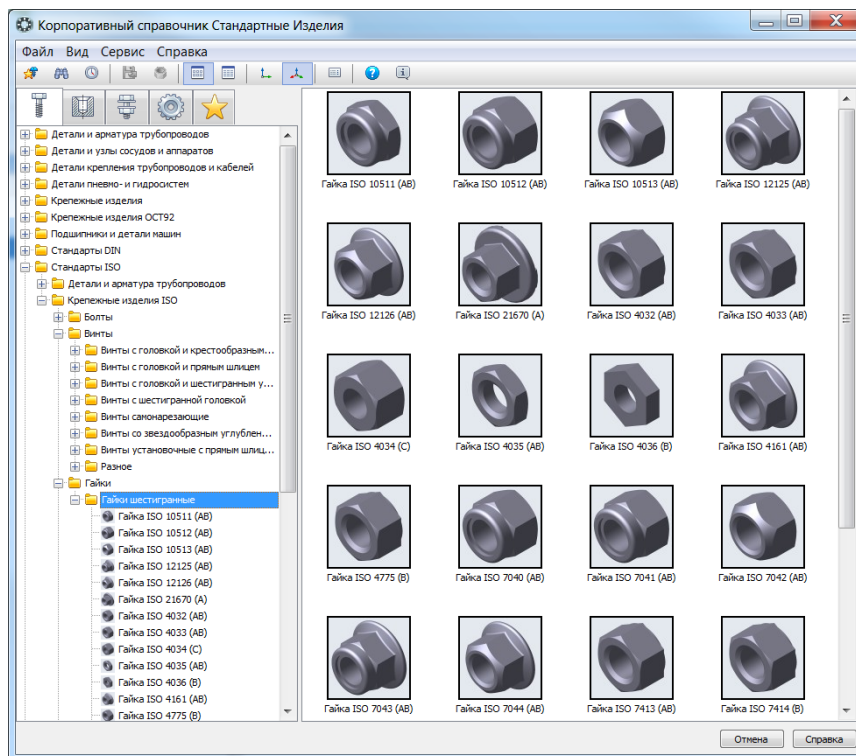
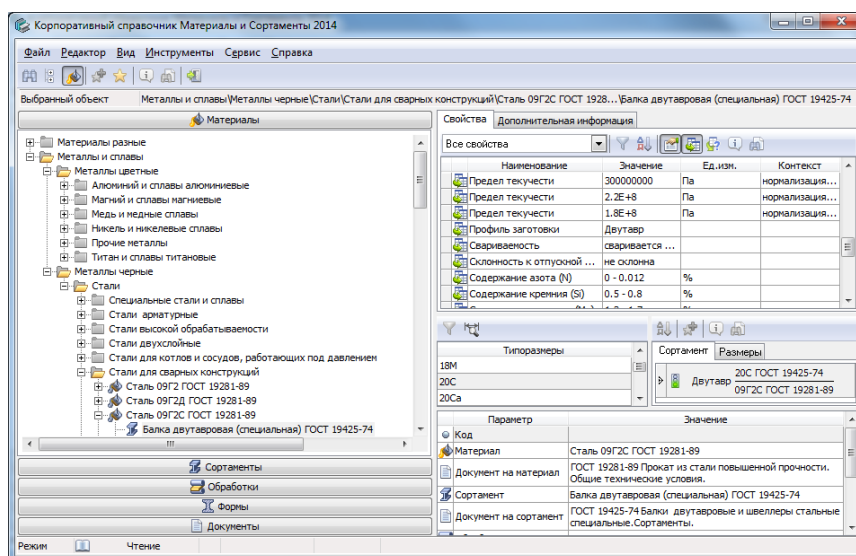

Рис. 5. Стандартные изделия 2014
Рис. 6. Материалы и Сортаменты 2014
6. Единое справочное пространство: Стандартные Изделия, Материалы и Сортаменты и другие. Очевидная ценность справочников, которые разрабатывает и поставляет АСКОН, заключается в их существенном наполнении. Зачастую предприятию остается только использовать механизм применяемости для создания ограничительных перечней и «тонкой» адаптации приложений. С каждой версией количество материалов, сортаментов, стандартных и типовых изделий только растет. Не стали исключением и версии 2014 года. Например, в Стандартные Изделия 2014 (рис.5) добавлена информация из 112 стандартов (общее количество новых изделий составило порядка 50 тыс.), а текущее наполнение Справочника Материалы и Сортаменты 2014 (рис.6) насчитывает более 9350 позиций различных материалов и 47 тыс. различных экземпляров сортаментов.